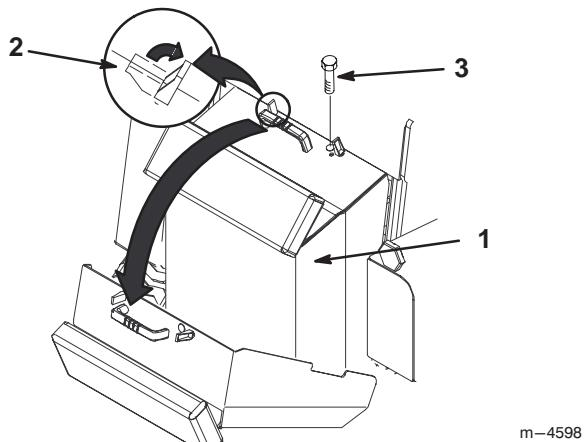

Figure 23
2. Dégagez les deux languettes de blocage en haut du couvercle d'accès arrière (Fig. 23).
3. Enlevez le boulon situé près de la languette de blocage droite (Fig. 23).
4. Tirez le couvercle vers le haut et en arrière par la poignée pour l'ouvrir (Fig. 23).